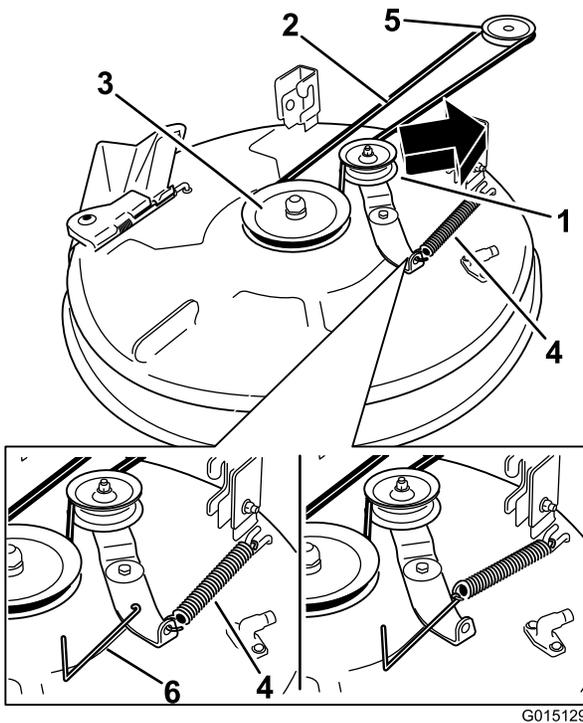

Figura 58
4. Usando una herramienta para la retirada de muelles (Pieza Toro N° 92-5771), retire el muelle tensor del gancho de la carcasa para eliminar la tensión de la polea tensora, y retire la correa de las poleas (Figura 58).
5. Pase la correa nueva alrededor de las poleas del motor y del cortacésped (Figura 58).
6. Usando una herramienta para la retirada de muelles (Pieza Toro N° 92-5771), instale el muelle tensor sobre el gancho de la carcasa, tensando la polea tensora y la correa del cortacésped (Figura 58).